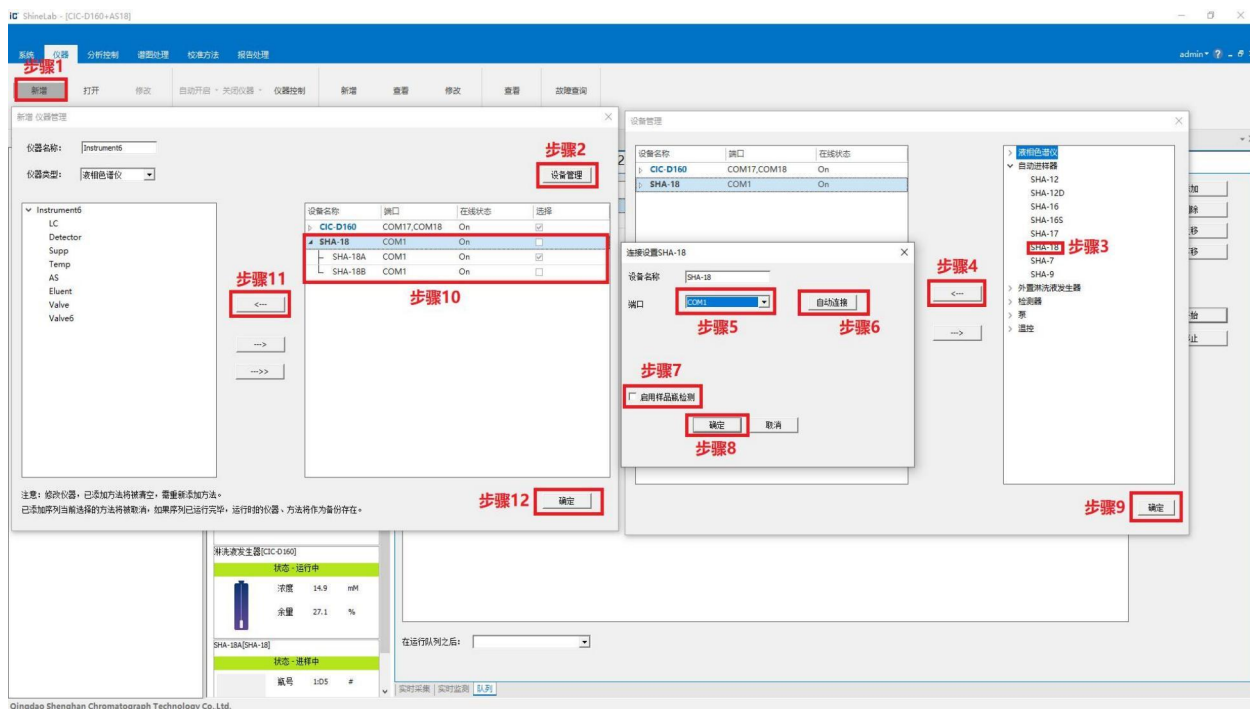

图 4-2 双通道仪器 A 通道配置
- b) 登录工作站界面后，单击“仪器”中的“新增”选项，如图4-2 步骤 1；
- c) 在弹出的“新增仪器管理”对话框中，单击右侧的“设备管理”选项，弹出“设备管理”对话框，如图4-2 步骤 2；
- d) 单击“自动进样器”左侧下拉箭头，选中“SHA-20i”，如图 4-2 步骤 3，单击中间方向向左的箭头图标，如图4-2 步骤4；
- e) 在弹出的“连接设置 SHA-20i”窗口中单击“端口”对应的下拉箭头，选择 SHA-20i 对应的串口，单击“确定”，软件会给出连接成功或连接失败的提示，如图4-2 步骤 5、步骤6。步骤 7 为可选功能，默认不选择；
- f) 仪器连接成功后，单击“确定”图 4-2 步骤8，然后再单击“设备管理”窗口右下角的“确定”，如图4-2 步骤9，配置好的仪器会在显示在“新增设备管理”右侧窗口中，如图 4-2 步骤 10；
- g) 单击“新增设备管理”右侧窗口中“SHA-20i”左侧的下拉箭头，双通道仪器中 A 通道需要选择“SHA-20iA”，即鼠标左键单击“SHA-20iA”，单击中间方向向左的箭头符号，如图 4-2 步骤 10、步骤 11；
- h) 配置完成后单击右下角“确定”如图4-2 步骤 12，在仪器实时状态界面即可显示 SHA-20i，A 通道仪器配置完成。